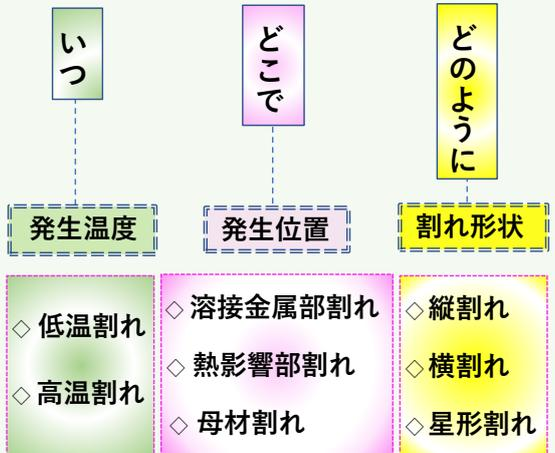

図154-01 「溶接割れとその発生」関連図
溶接割れとその全体像、イメージ図を 図 154-01 に「溶接割れとその発生」関連図として示します。
**<図 154-01 の概要>**